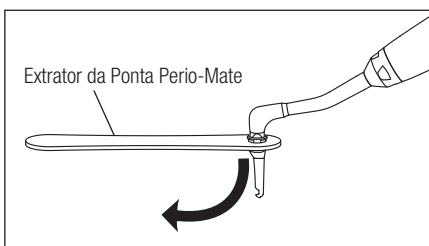

Fig. 7
5) Depois do tratamento, retire a ponta de plástico da peça de mão Perio-Mate com o extrator respetivo e elimine-a. (Fig. 7)